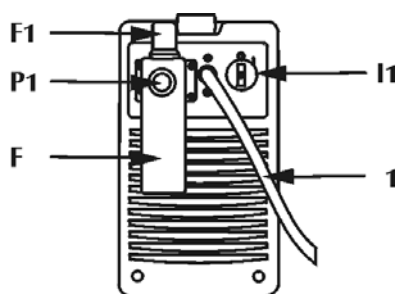

Fig.2
Tændes når tændingskontakten på det bagerste panel (Fig. 2) "I1" er i position "I". Denne lampe tilkendegiver at anlægget er tændt og i spænding.
4.2 Betjeningspanel bagpå (Fig. 2)
2. Tilslut trykluftforsyningen ved hjælp af en samling på 1/4 tommer til luftstikket P1 på filterenheden F (Fig. 2). Trykket skal sikre mindst 5 bar med en minimumskapacitet på 200 liter i minuttet.
Tryk på knappen for gastest (T2 på Fig. 1) således at trykluftkredsløbet tømmes for eventuelle rester og urenheder; løft og drej derefter indstillingsknappen for trykket (F1 på Fig. 2), indtil der aflæses et tryk på 5 bar på display D2 (udfør denne handling ved at holde knappen for gastest trykket, således at reguleringen udføres ved åbent luftkredsløb).